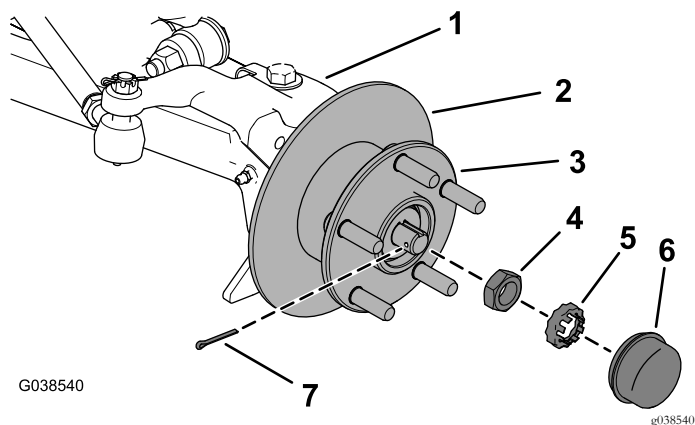

Figur 5
5. Fjern den fremre bremseslangen fra hovedsylindren (Figur 5).
1. Monter den fremre bremseslangen til hovedsylindren (Figur 5).